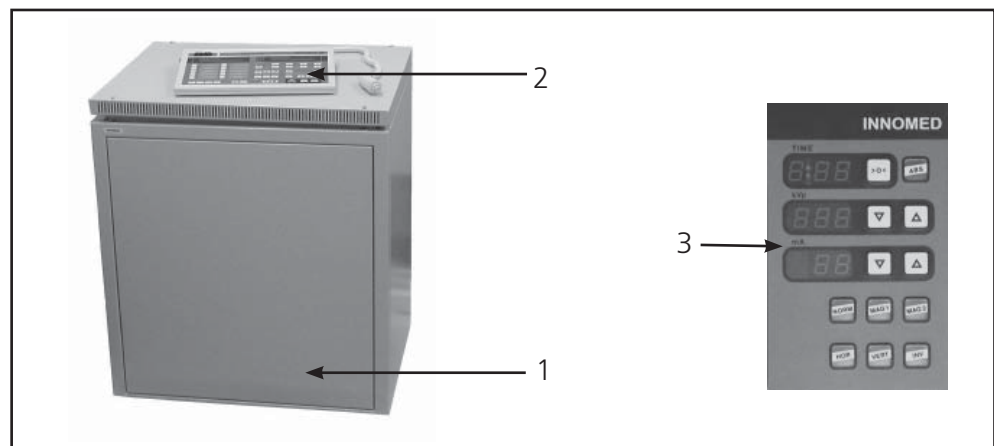
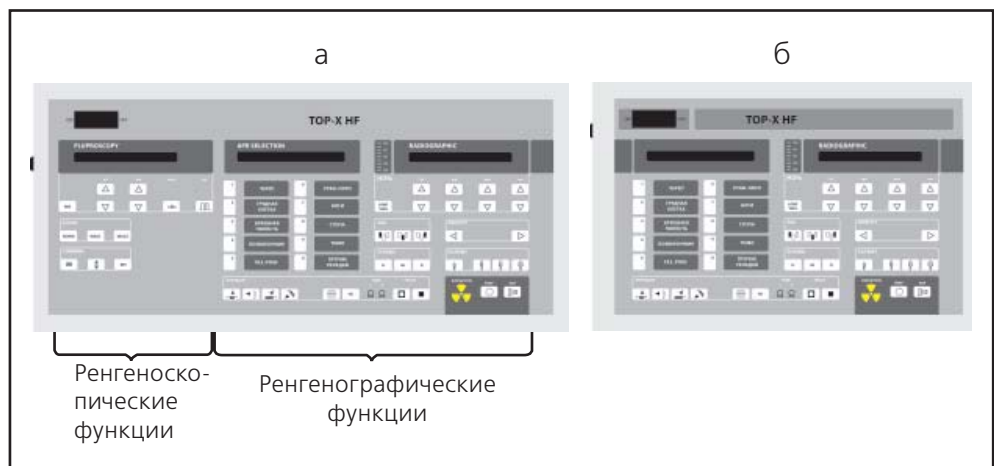

Рис. 1. Устройство рентгеновское питающее TOP-X.
Рис. 2. Пульт управления TOP-X.
**УРП TOP-X**, применяемое в рентгеновских диагностических комплексах чаще поставляется в варианте **TOP-X650 430 2F LD** и состоит из следующих основных компонентов (рис. 1):
- силовой блок питания (1), содержащий высоковольтный трансформатор, силовую электронику, контроллер реального времени и устройство для внешних подключений (ПСС, стол, стойка и т.д.)
- пульт управления (основной) (2)
- выносной пульт для флюороскопии (дополнительный) (3)
**Примечание:** УРП TOP-X в зависимости от модели и варианта исполнения может быть укомплектован полным пультом управления - вариант **TOP-X650 403 2F LF**, **TOP-X650 403 1R LF** или только настольным пультом управления – вариант **TOP-X650 403 1R LF**. На рис. 2а показан пульт УРП РДК ТЕЛЕМЕДИКС-Р-АМИКО, сочетающий в себе как рентгенографические, так и рентгеноскопические функции.